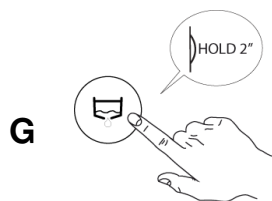

Fig.40
- 3- Appuyer pour quelques secondes le bouton "G" vidange de l'eau. (Fig.40)